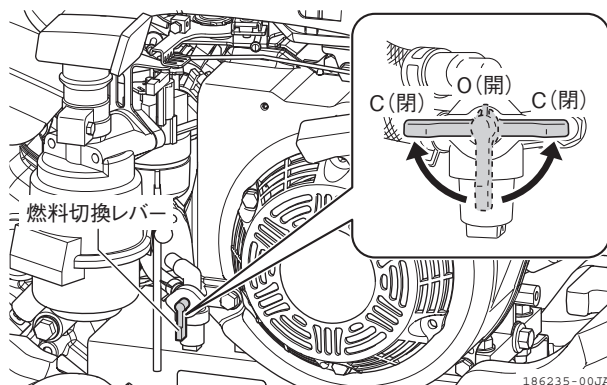

図 4-21 燃料切換レバー
1. 燃料切換レバーを「C (閉)」位置にします。(図 4-21)